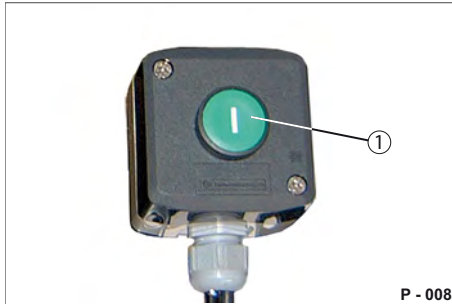

Abb. 26 Bedienstelle für Liftachse
- ▶ Drücken Sie den Taster (Abb. 26/1) 2 bis 4 Sekunden lang.
- ▶ Drücken Sie den Taster (Abb. 26/1) länger als 5 Sekunden.
- ▶ Anfahrhilfe: Taster (Abb. 26/1) kurz drücken (< 5 Sek.)
- ▶ Zwangssenken bei aktiver Anfahrhilfe: Taster (Abb. 26/1) 2-mal betätigen (> 5 Sek.).